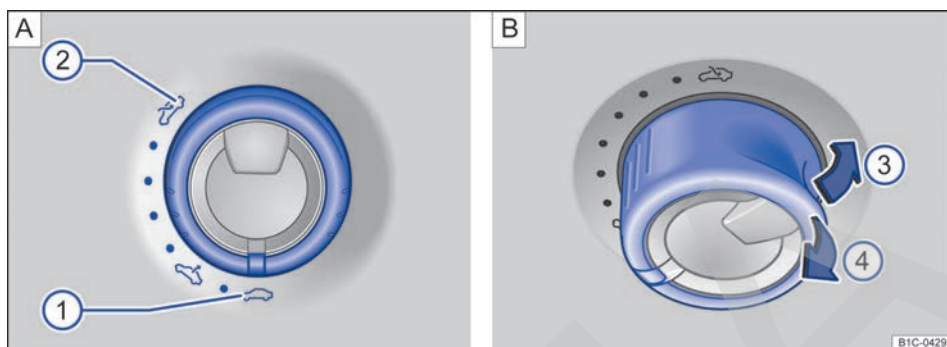
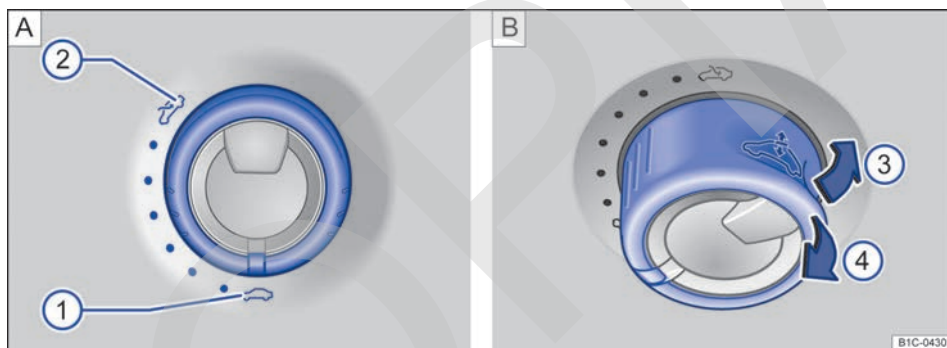

Fig. 31 En el revestimiento interior del techo: mando para ajustar la posición deflectora del techo de cristal, abrirlo o cerrarlo (variante 1).
Fig. 32 En el revestimiento interior del techo: mando para ajustar la posición deflectora del techo de cristal, abrirlo o cerrarlo (variante 2).
Para ajustar la posición deflectora del techo de cristal, el mando se tiene que encontrar en la posición básica → fig. 31 **A** ① o → fig. 32 **A** ①.
→ fig. 31 A ② o → fig. 32 A
→ fig. 31 B ② o → fig. 32 B
- Mantenga el mando en la posición → fig. 31 B (flecha ④) o → fig. 32 B (flecha ④). El techo de cristal se abre y se cierra automáticamente.
- Gire el mando a la posición de "cerrado" → fig. 31 A ① o → fig. 32 A ①.
- Antes de que transcurran aprox. 5 segundos desde la activación de la función antiaprisionamiento, tire de la parte trasera del mando en el sentido de la flecha → fig. 31 B ④ o → fig. 32 B ④ hasta que el techo se cierre por completo.